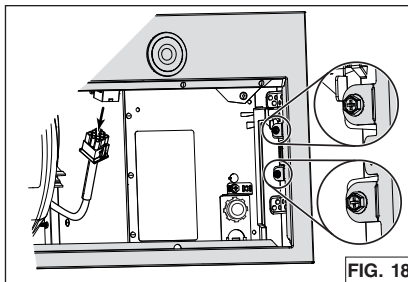

FIG. 18
6. Desenchufe el cable del ventilador de su conector en el panel frontal. Quite el panel frontal del aparato retirando los 4 tornillos de sujeción (dos por lado, rodeados en la FIG. 18) de la carcasa del aparato. Poner el panel frontal y los tornillos a un lado